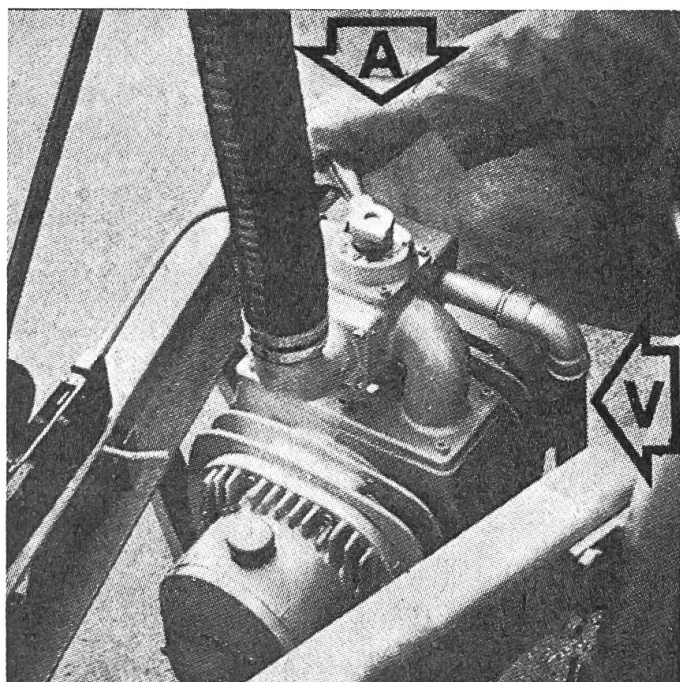

Abb. 1
1. Schieber auf der Pumpe in Druckstellung bringen (Abb. 1, A). **Ansaugstutzen aber unbedingt öffnen**, damit im Fass kein Druck aufgebaut wird.
2. Kräftigen Schlauch mit min. 1 Zoll Ø (am besten gleicher Ø wie Vakuumleitung) über Lufteintritt- / austritt-Oeffnung schieben und fixieren (Abb. 1, V).